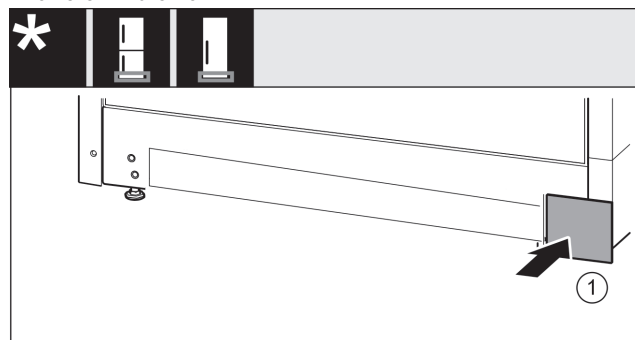

Fig. 20
- Riapplicare la copertura Fig. 20 (1) sull'altro lato.